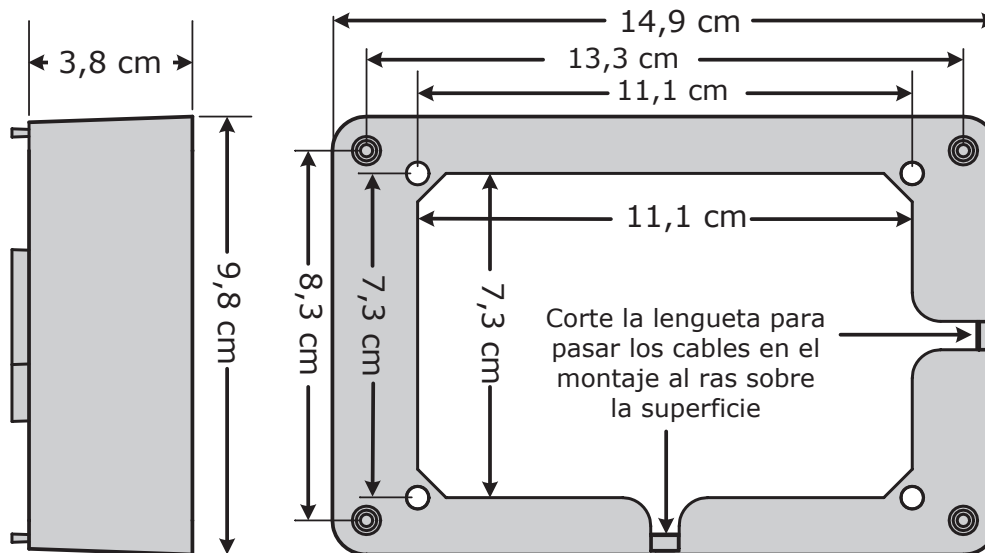
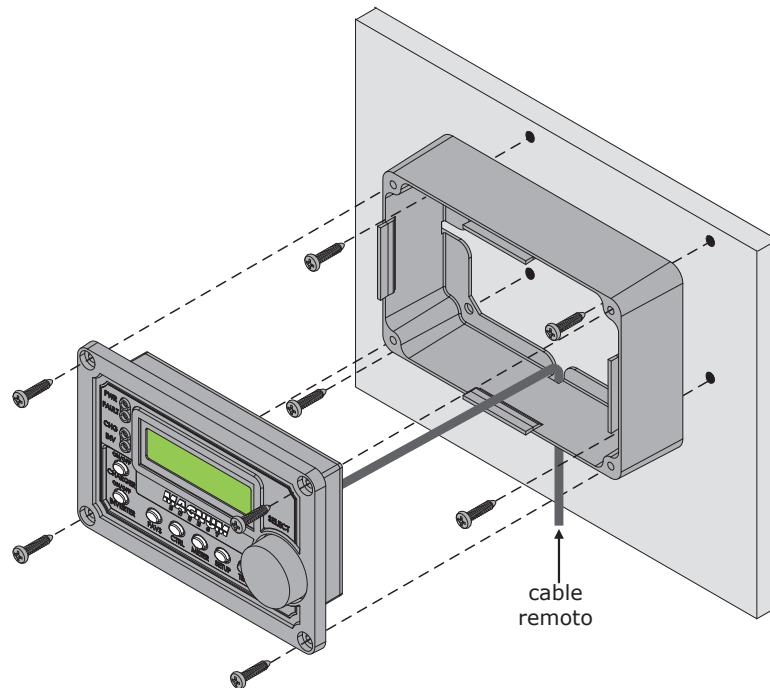

Ilustración 2-4, Medidas del Bisel del Control Remoto
Ilustración 2-6, Procedimiento de Instalación en Superficie del ME-ARC Utilizando el Bisel
Para el procedimiento de instalación en superficie, debe utilizar el bisel suministrado (Ilustración 2-4).
Información: El bisel cuenta con lengüetas en la parte inferior y lateral que fueron fabricadas con un material más fino (Ilustración 2-4). Pueden ser cortadas o rotas para permitir que el cable se dirija hacia abajo o hacia un lado (Ilustración 2-6).
4. Coloque el bisel sobre los orificios de montaje perforados y luego atornille el bisel a la pared con los tornillos Phillips (de estrella) suministrados (Ilustración 2-6).